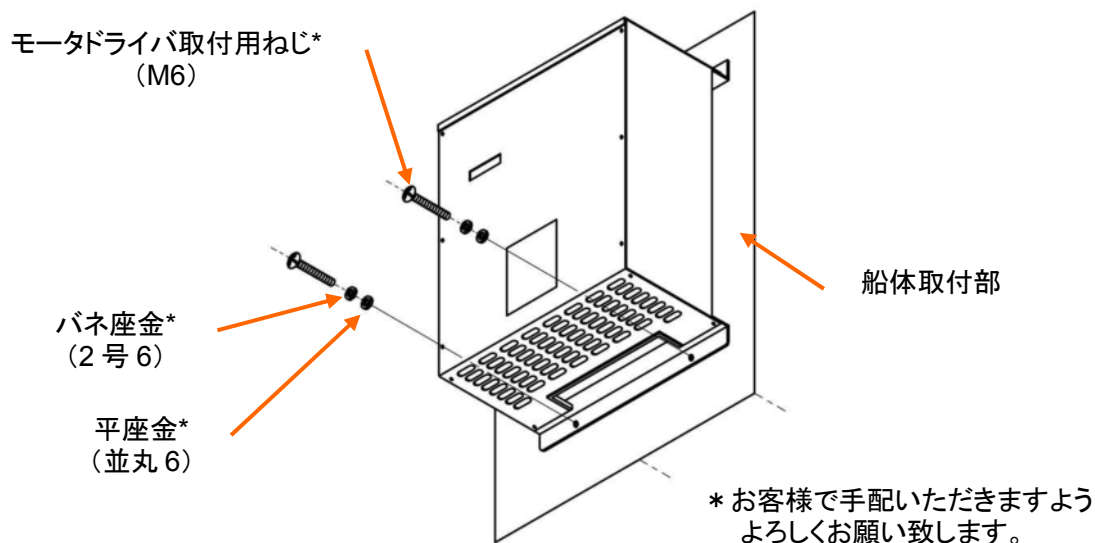

図 4-13 モータドライバ取付手順 3
- ③ 下側に平座金、ばね座金、ねじを取付けて下さい。(図 4-13 を参照して下さい。)